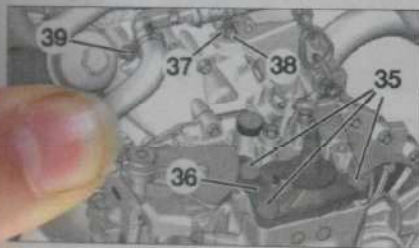

Fig. 10
- les vis (29),
- l'écrou (30),
- les écrous (31),
- l'écrou d'axe de support élastique (32) et sa rondelle,
- le support élastique (33),
- la platine (34),
- les vis (35) (Fig. 10),
- le support de boîte de vitesses (36),
- l'écrou (37),
- le goujon (38),
- la vis (39).